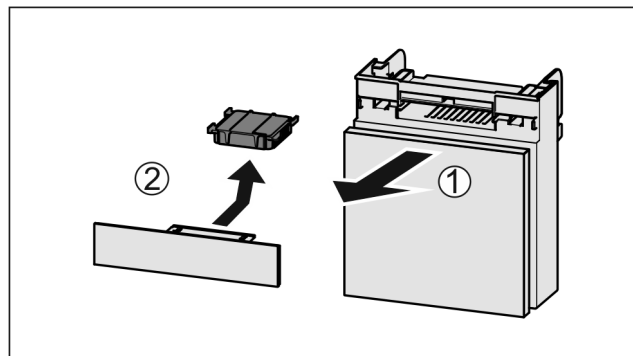

Fig. 236
- Tërhiqni kutinë nga përpara Fig. 236 (1).
- Hiqni filtrin me karbon aktiv Fig. 236 (2).